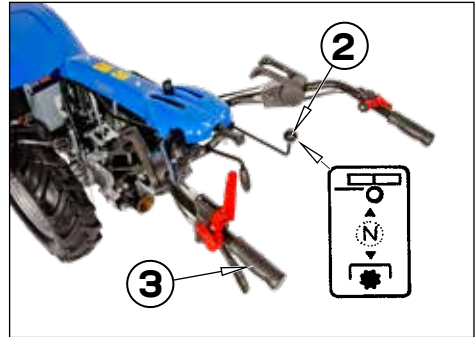

Fig. 11- Kuyruk mili kontrolü (Normal motokültivatör versiyonu)
Vitesler 3 pozisyonu olan Kuyruk Mili mod seçici kontrol kolu (2) ile seçilebilir. (Fig.11):
2) PTO kolunu (2) arzu edilen pozisyonuna geçirin (Fig. 11)
3) Kademeli olarak debriyaj kolunu (3) bırakın.